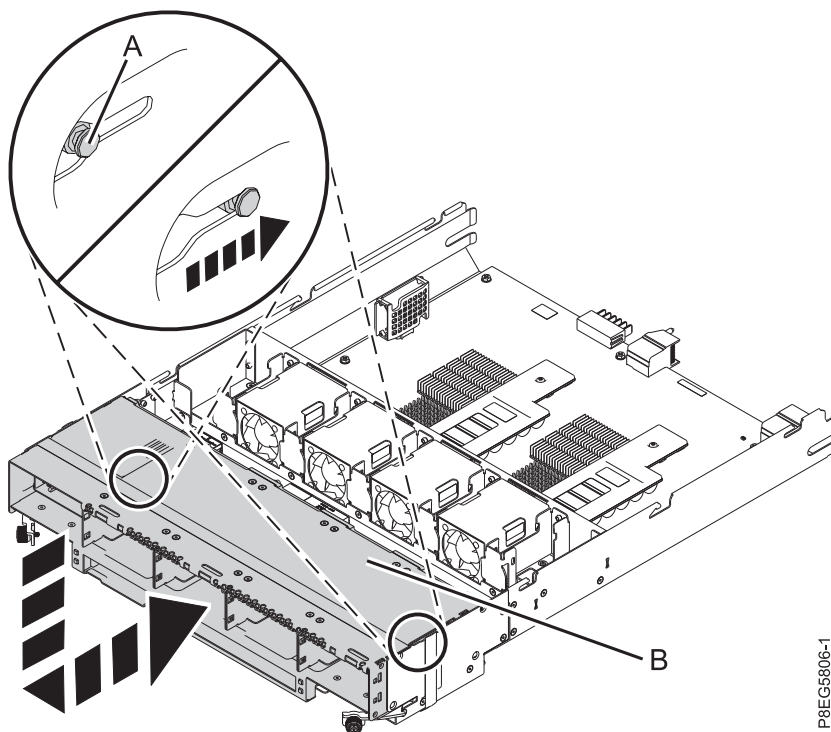

Abbildung 14. Plattenlaufwerksrückwandplatine wiedereinbauen
2. Schieben Sie die Plattenlaufwerksrückwandplatine (B) in der RAID-Baugruppe in die korrekte Position. Stellen Sie sicher, dass die Stifte (A) an der Unterseite der Plattenlaufwerksrückwandplatine in die Aussparungen an der RAID-Baugruppe eingeführt werden. Siehe Abb. 14 auf Seite 14.